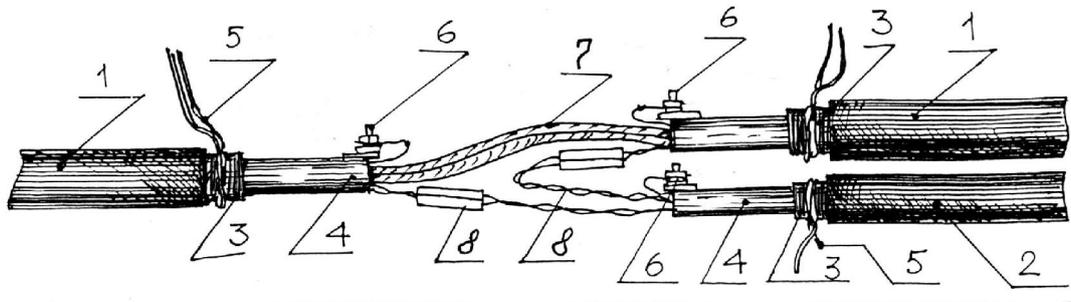

Рис. 4. Монтаж врезной разветвительной муфты МРВ-ЭпБ.
4.6. Производится соединение вспомогательных пар основного кабеля с парами ответвляющегося кабеля (Рис. 4).